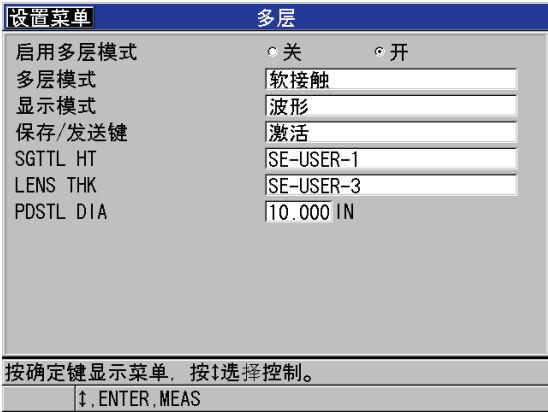

图 7-9 在软接触模式下设置多层测量参数
5. 在**多层**屏幕下 (参见第 90 页的图 7-9):